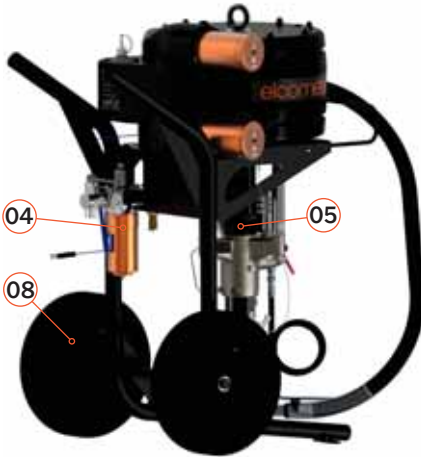

Abb.1
- 04** Luftregler-Reiniger (Abb. 1)
- 05** Achsschutzhaube (Abb. 1)